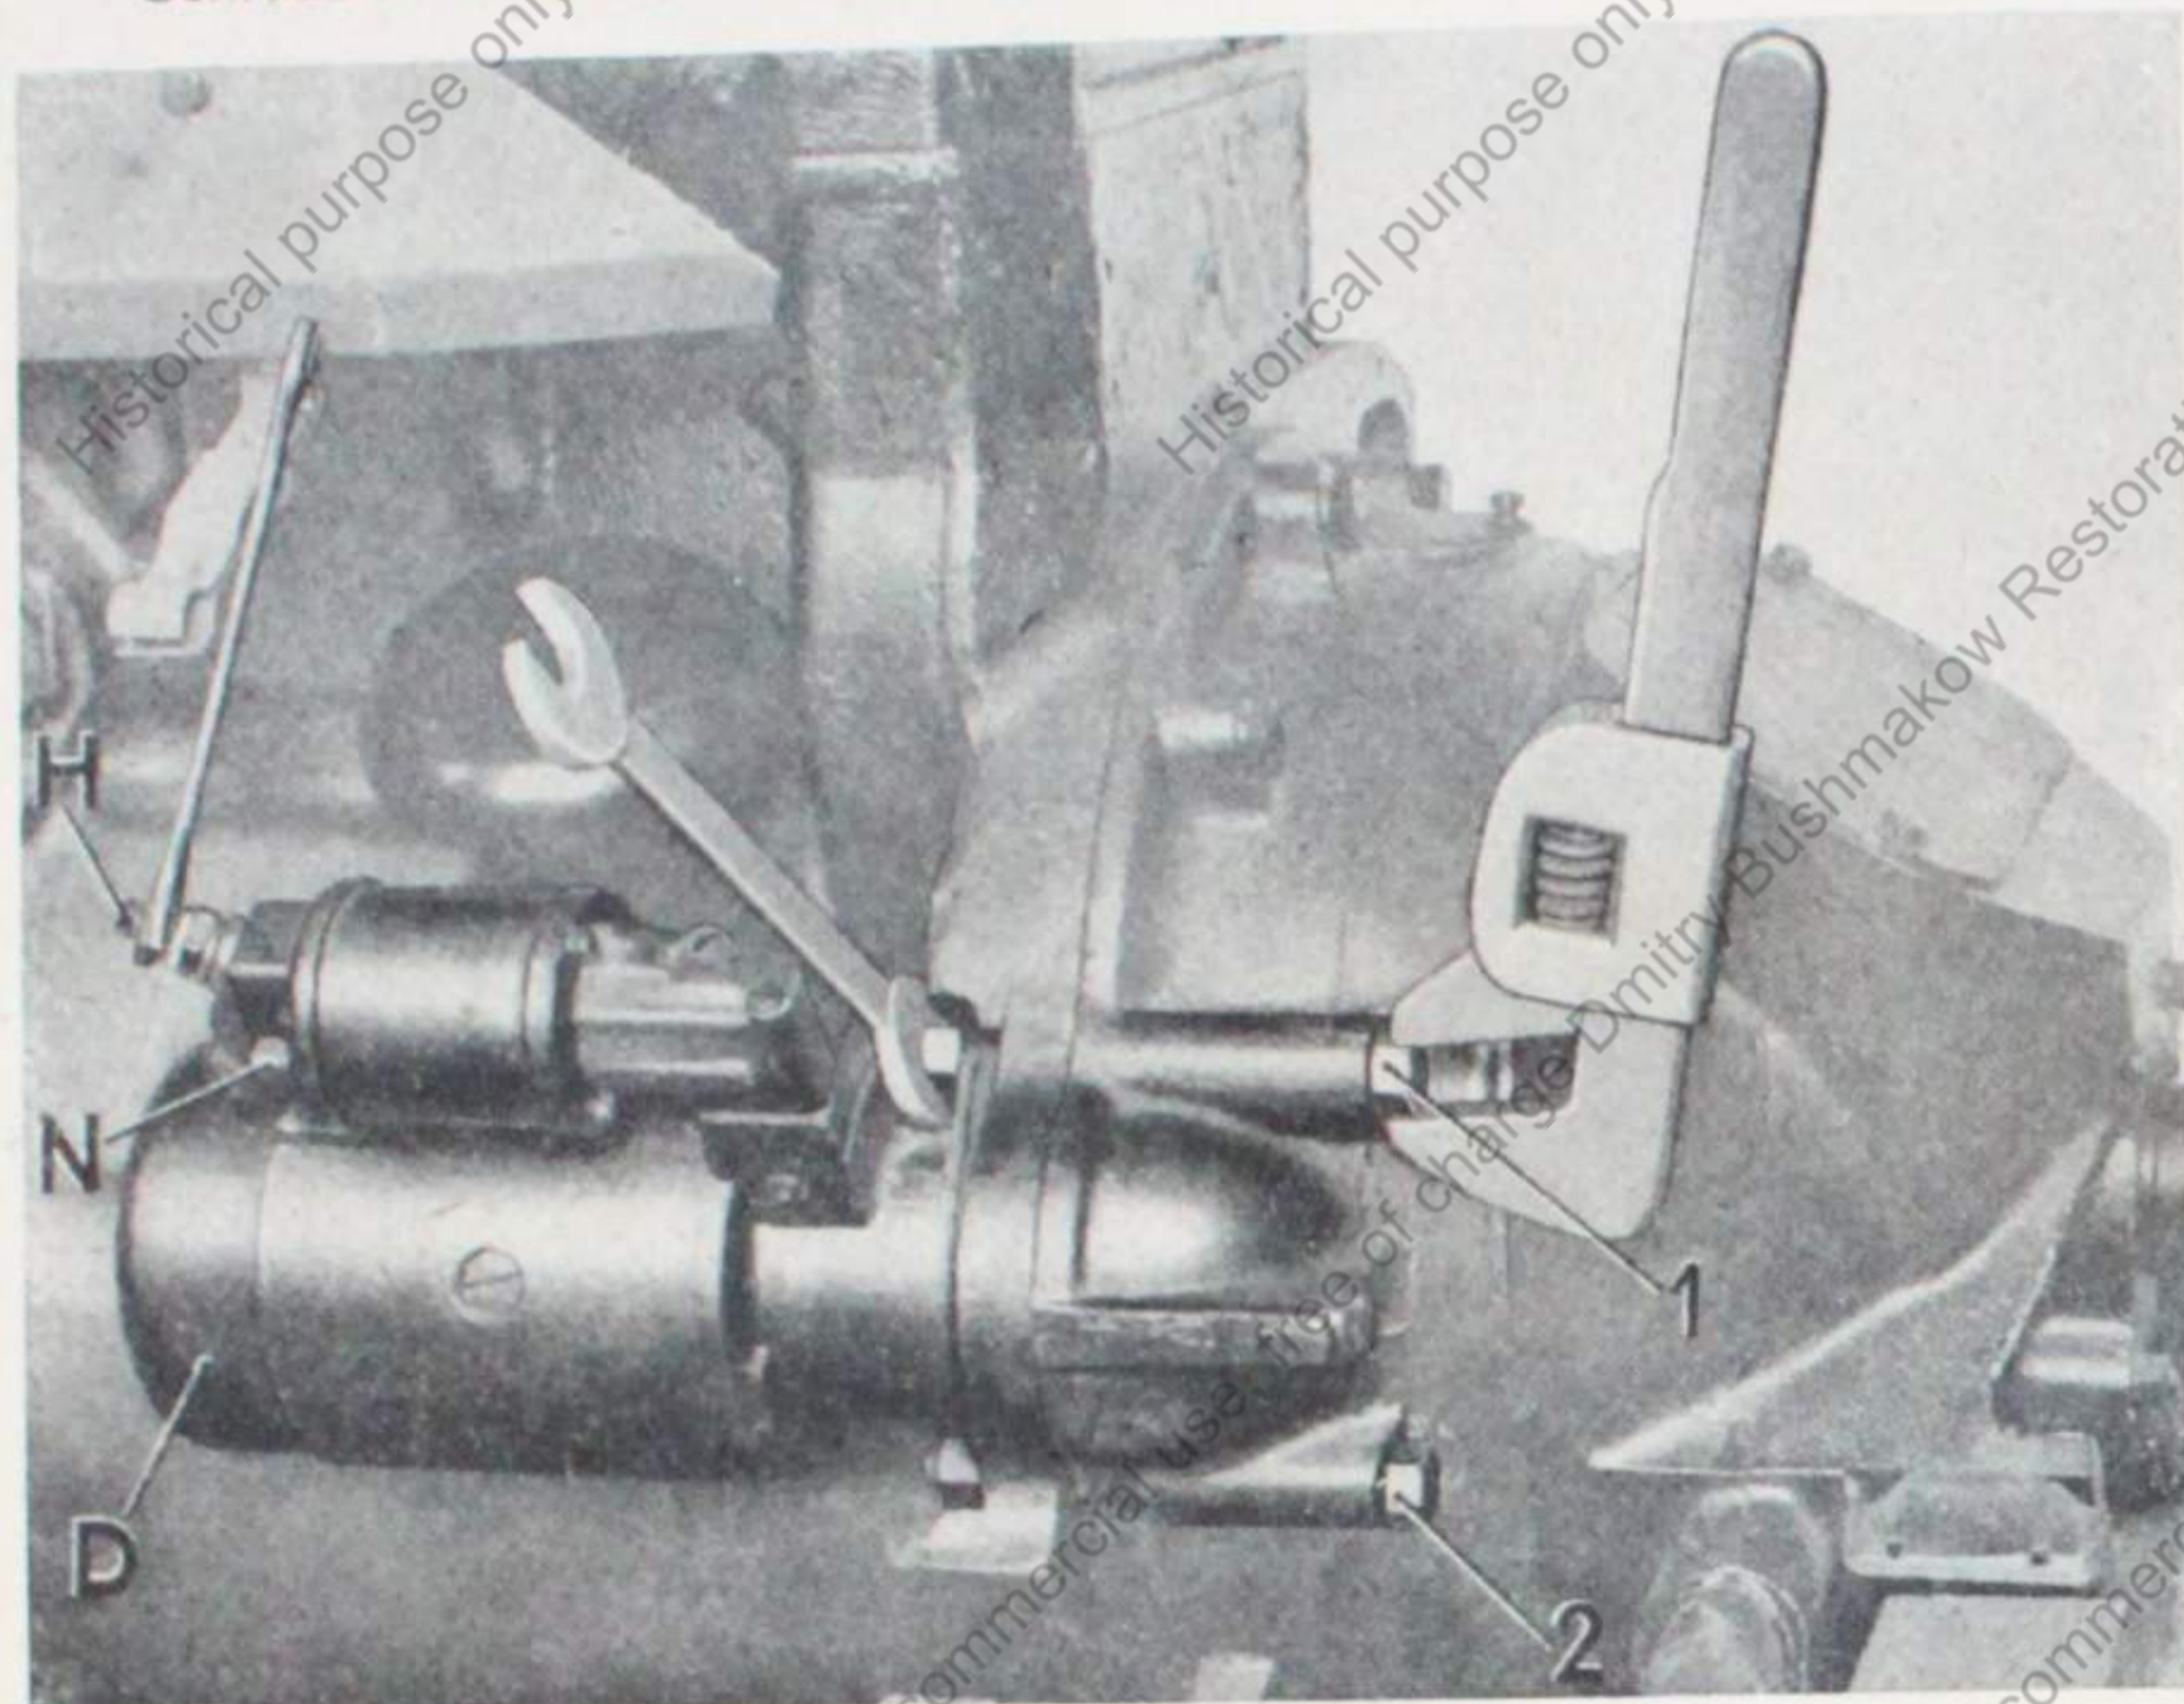

Bild 70
1. Deckel D (Bild 70) abschrauben